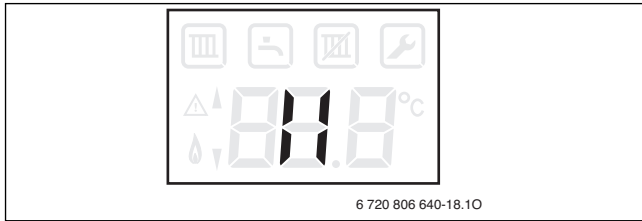

Рис. 28
- ▶ Включите котёл кнопкой "Stand-by" (→ рис. 28).